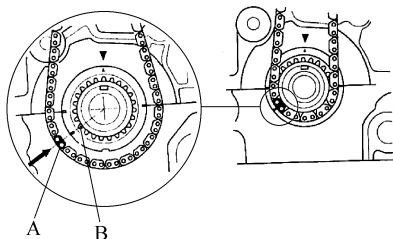

图 2-105 使彩色链节对正曲轴链轮标记
3) 使彩色链节(A)与曲轴链轮上的标记(B)对齐,将正时链条安装在曲轴链轮上,如图 2-105 所示。